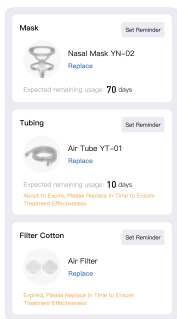

Abbildung 7-1 Seite „Verbrauchsmaterialien“
- 2. Tippen Sie auf der Standby-Seite (Abbildung 7-1) auf  oder drücken Sie die Starttaste am Hauptgerät, um die Therapie zu starten. Während der Therapie werden Betriebsmodus, Therapiedruck in Echtzeit, FPS-Stufe und Rampenzeit angezeigt.
Auf der Seite „Mein“ > „Verbrauchsmaterialien“ (Abbildung 7-1) können Sie Maske, Atemschlauch und Filtereinsatz auswählen, um Erinnerungen für den Zubehörwechsel einzustellen.